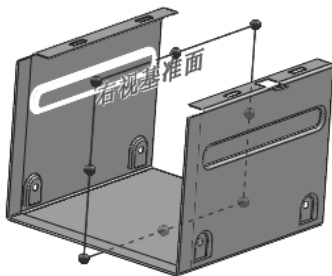

图 10-209 镜像成型工具
22) 镜像成型工具。单击“特征”控制面板中的 (镜像) 按钮, 或选择“插入”→“阵列/镜像”→“镜像”菜单命令, 弹出“镜像”属性管理器, 在属性管理器中的“镜像面/基准面”列表框中单击鼠标, 在 FeatureManager 设计树中单击“右视基准面”作为镜像面, 单击“要镜像的特征”列表框, 在 FeatureManager 设计树中单击“硬盘成型工具 2”作为要镜像的特征, 其他设置默认, 如图 10-209 所示。单击 (确定) 按钮, 完成对成型工具的镜像。